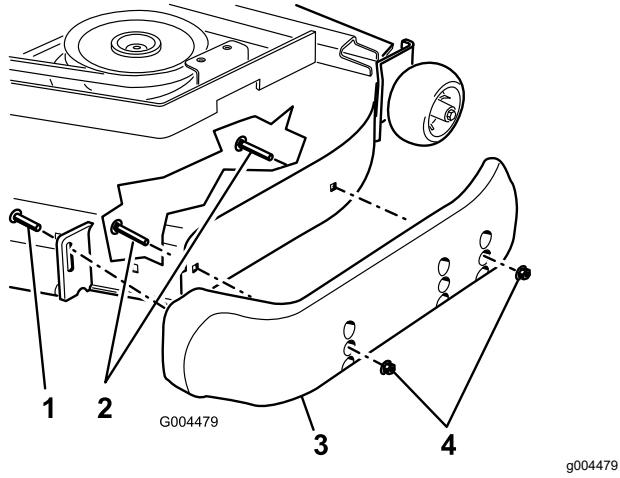

Figura 9
- Afloje el tornillo situado en la parte delantera de cada patín. Hay 2 patines en los cortacéspedes Guardian y 1 patín en las unidades de corte de descarga lateral (Figura 9).